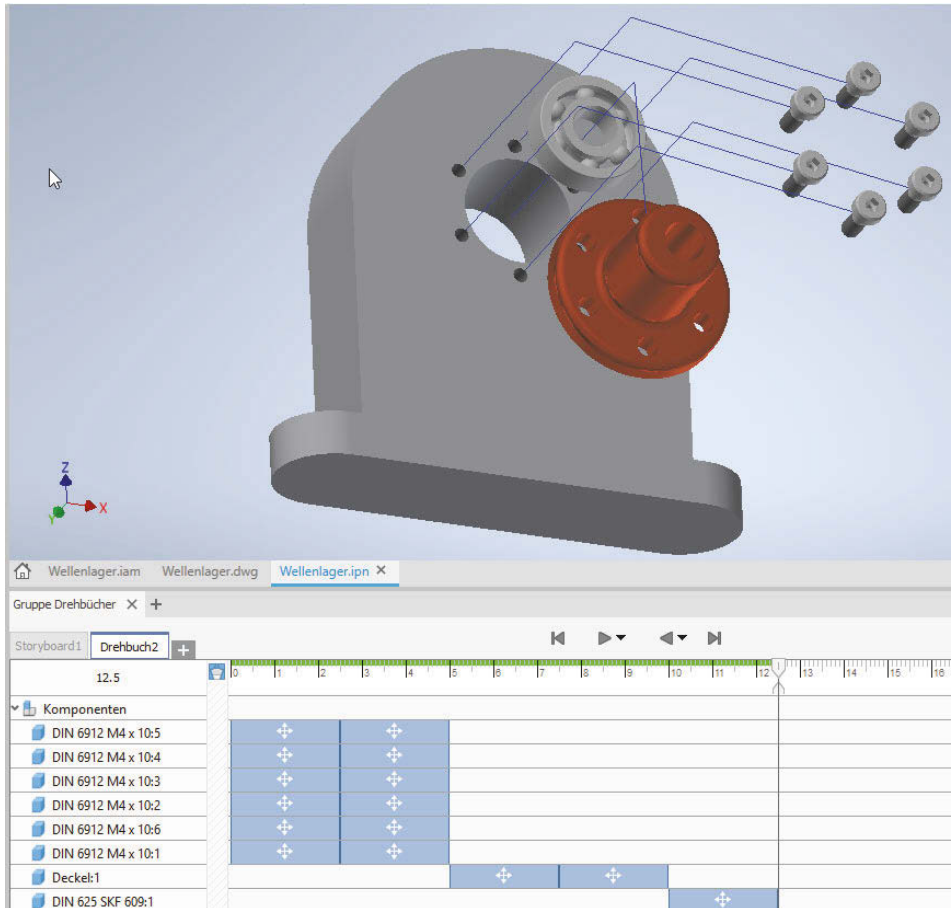
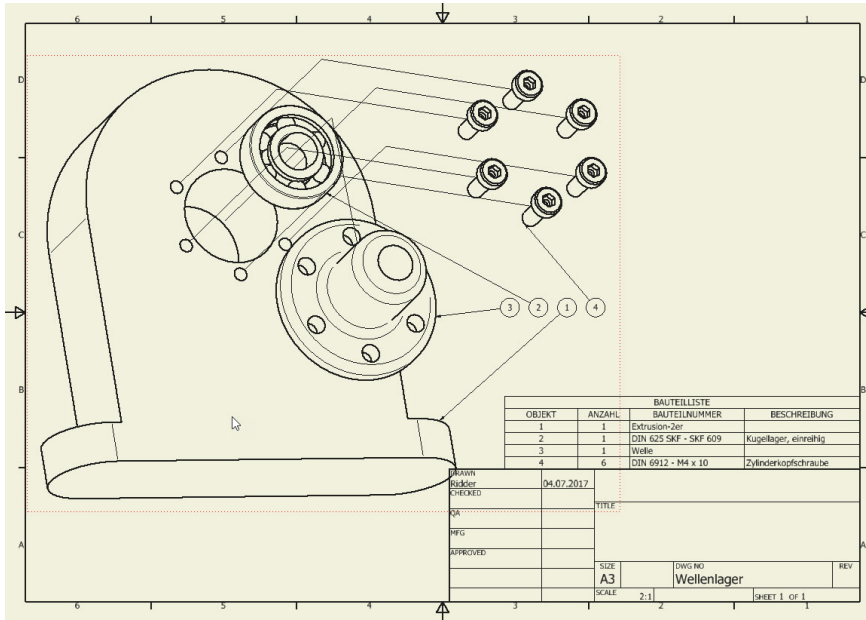

Abb. 1.5: Präsentation mit Animationspfaden und Drehbuch (unten)
Abb. 1.6: Zeichnung der Explosionsansicht mit Positionsnummern und Stückliste
4. Die Explosionsdarstellung entsteht in einer *.ipn-Datei. Die Endung steht für »*Inventor-PresentationN*«, kurz IPN (Abbildung 1.5). Auch aus einer Präsentation kann eine Zeichnung erstellt werden (Abbildung 1.6).